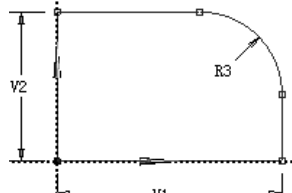

图 3.3.14 建立尺寸约束
(3) 建立尺寸约束。建立图 3.3.14 所示的三个尺寸约束。